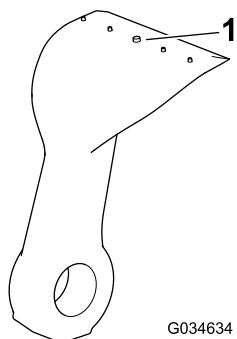

Figura 22
- Verificai fiecare lamă pentru a descoperi urme de uzură excesivă folosind linia de uzură (Figura 22). Când o lamă este uzată până la linia de uzură, înlocuiește-o.